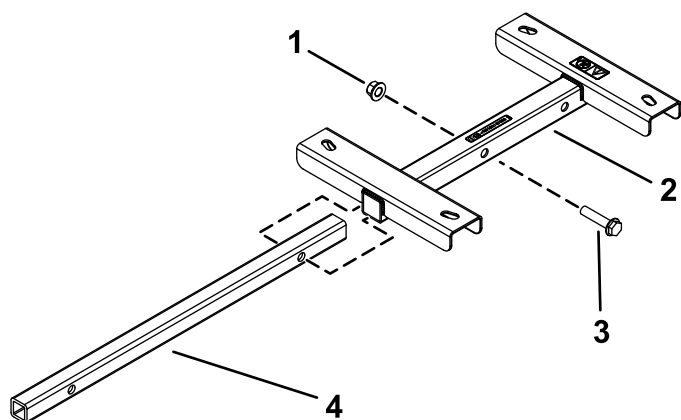

Figura 4
1. Insira a montagem da tubagem na montagem do cilindro da tubagem até que os furos na montagem da tubagem fiquem alinhados com os furos frontais na montagem do cilindro da tubagem (Figura 4).
2. Prenda a montagem da tubagem na montagem do cilindro da tubagem com o parafuso de cabeça sextavada ($\frac{1}{2}$ " x $2\frac{1}{4}$ ") e a porca de bloqueio ($\frac{1}{2}$ ") como se mostra na Figura 4.